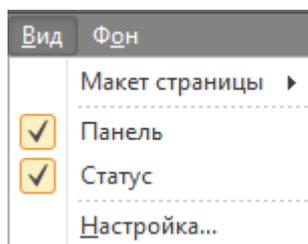

Рисунок 121
9.2 Контекстное меню Вид (рис.121)